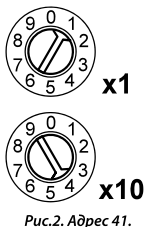

Рис.2. Адрес 41.
- 3.3. Установите DALI адрес, соответствующий адресу управляемого диммера. Адрес устанавливается двумя вращающимися переключателями. Первым переключателем устанавливаются единицы, вторым - десятки. На Рис.2. показан пример установки адреса 41. Максимально возможное количество адресов и устройств на шине DALI – 64 адреса: